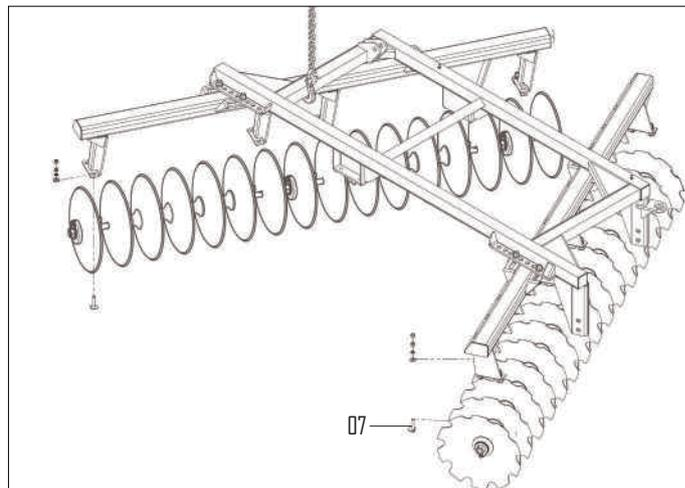

FIGURA 10
Levante com auxílio de um guincho ou talha uma parte da estrutura superior (dianteira ou traseira) conforme figura 10, coloque o conjunto dos discos em linha. Observe a disposição dos mesmos na seção montagem dos conjuntos dos discos. Faça coincidir a furação das sapatas com as dos mancais, efetue a montagem através dos parafusos (7), observando que o suporte de fixação (sapata) deve ficar virado para a concavidade do disco.
- Levante a outra parte da grade e repita a operação acima, verificando que a concavidade dos discos de uma seção deve ficar ao contrário da outra, conforme mostra abaixo figura 10.